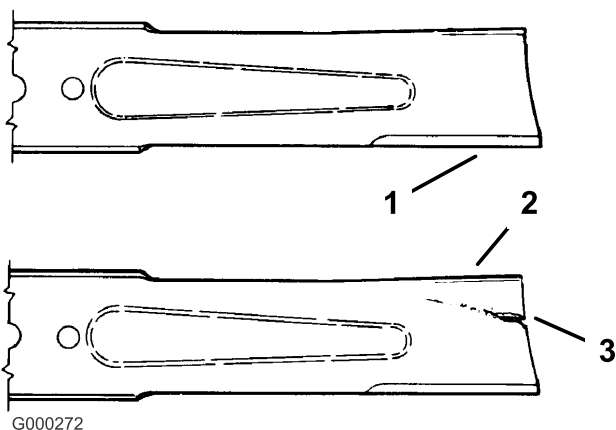

Figure 57
1. Examinez le tranchant des lames (Figure 57). Si les lames ne sont pas tranchantes ou si elles présentent des indentations, déposez-les et aiguisiez-les (voir Aiguisage des lames).
2. Inspectez les lames, surtout la partie incurvée (Figure 57). Remplacez immédiatement toute lame usée, endommagée ou qui présente une entaille (repère 3 de la Figure 57).